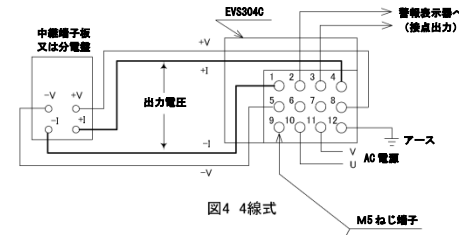
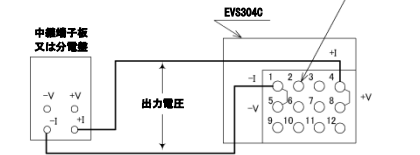

図4 4線式
図5 2線式(アース,電源,接点出力などは図4と同じ)
2. -I~-V, +I~+V端子間(図4の太線部分)の直流抵抗値が、
2.1 0.05~0.3Ωのときは図4の4線式で配線してください。
2.2 0.05Ω以下の場合には図5の2線式(本体の-I~-V, +I~+V間はショートリードで短絡する)で配線してください。
6. 図4または図5の太線部分の配線は、600V絶縁電線(表1による)をそれ以外の配線は600V絶縁電線φ1.6~2.0を使用してください。